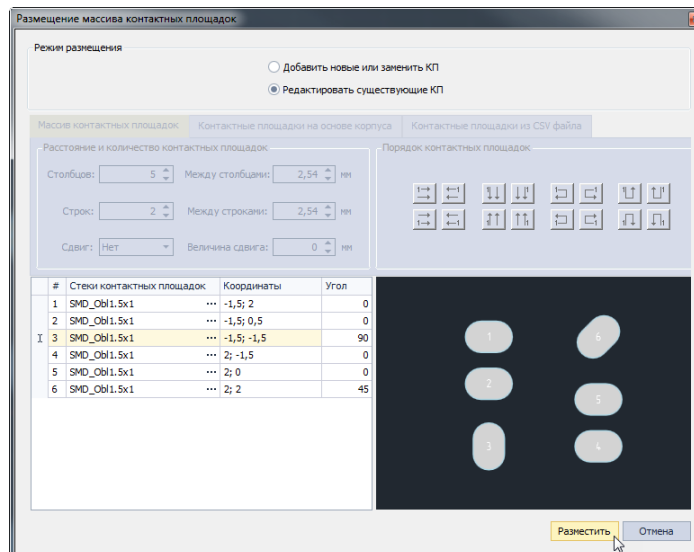

Рис. 139 Завершение редактирования массива контактных площадок
5. Нажмите на кнопку «Разместить», расположенную в правом нижнем углу окна, см. Рис. 139. После этого все изменения будут применены.